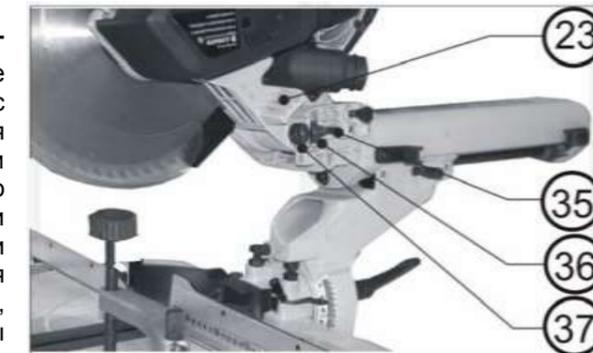

Рис. 5
Изучив приведенную ниже таблицу 3, Вы можете настроить вашу пилу на пиление потолочных плинтусов с углами 52° и 38° , (см. Рис. 7). Пиление напольного плинтуса (с такими же параметрами углов) производится по аналогии с потолочным, учитывая его нижнее положение. Для пиления плинтусов с другими параметрами углов (не соответствующими Рис. 5), рекомендуем изучить соответствующую справочную или учебную литературу
При выполнении этой регулировки **ОТКЛЮЧИТЕ ПИЛУ ОТ СЕТИ** и опустите диск максимально вниз. Нижнее положение пилы регулируется с целью предотвращения контакта диска с металлическими деталями пилы. Глубина пиления контролируется моментом касания конца шпильки регулировки нижнего положения (35), Рис. 5, ограничителя нижнего положения пилы (23), Рис. 5, при опущенной пиле. При необходимости регулировки ослабьте гайку фиксации регулировки нижнего положения пилы (37), придерживая отверткой шпильку регулировки нижнего положения пилы (35), Рис. 5. Вращайте гайку регулировки нижнего положения пилы (36), придерживая отверткой шпильку регулировки нижнего положения пилы (35), Рис. 5.
Отрегулируйте нижнее положение пилы так, чтобы при вращении диска рукой отсутствовал контакт зубьев с металлической поверхностью. Затяните гайку фиксации регулировки нижнего положения пилы (37), Рис. 5.